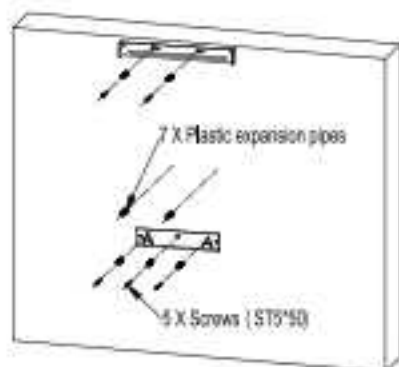

Fig.4
- Fije la placa de montaje y la placa de instalación de la extensión de la chimenea Ver Fig.4